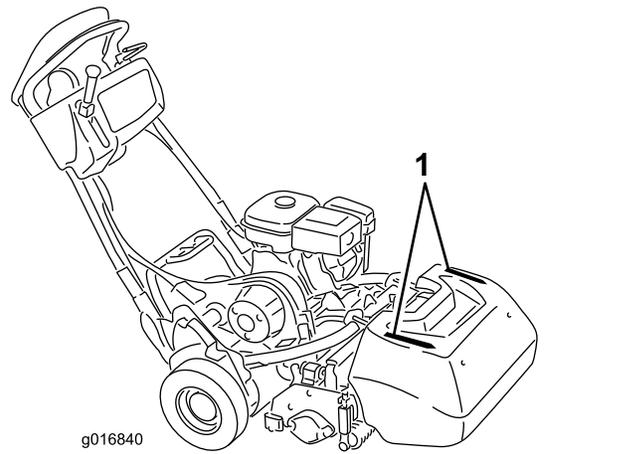

図 31
- 真っ直ぐに刈るコツの一つは、集草バスケットについている線(図 31)を目安にして、となりの刈り跡と平行に、常に一定の距離をおいて歩くことです。